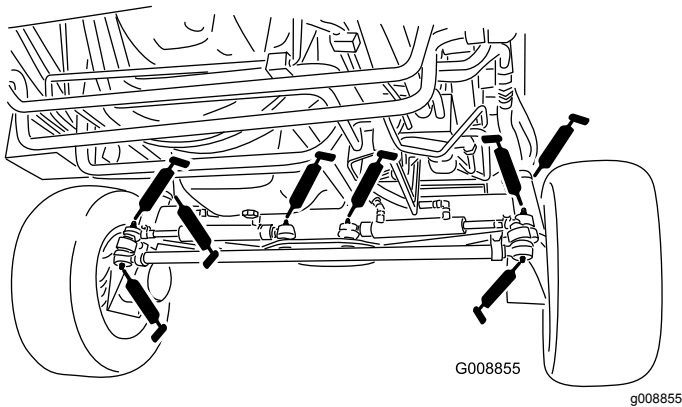

Bild 70
- 4 Lenkzylinder-Kugelgelenke (Bild 70)
- 2 Spurstangen-Kugelgelenke (Bild 70)
- 2 Achsschenkelbüchsen (Bild 70)